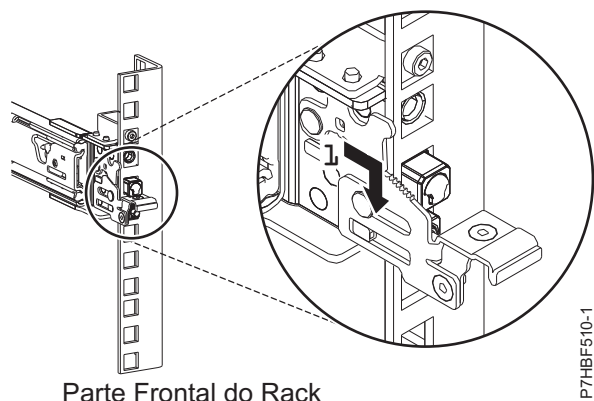

Figura 5. Pinos que são encaixados no trilho frontal do rack
6. Puxe o trilho deslizante para frente e insira três pinos na parte frontal do trilho nos orifícios na unidade EIA selecionada que foi marcada anteriormente. Abaixar o trilho deslizante para baixo (1) para encaixar o gancho no pino do meio. Para obter detalhes, consulte Figura 5.